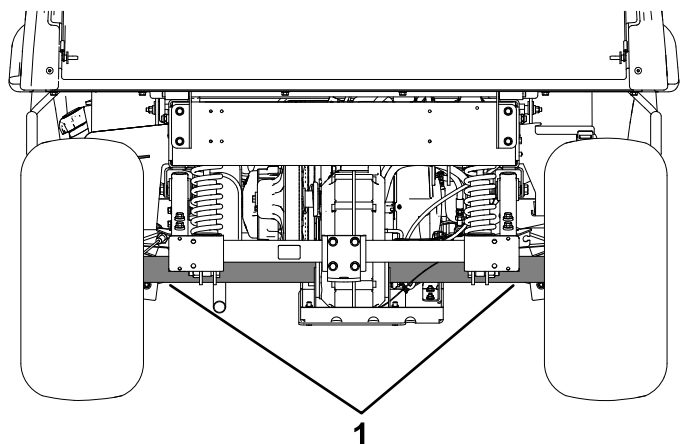

Bild 20
- Die hintere Hebestelle der Maschine befindet sich unter den Achsrohren (Bild 20).